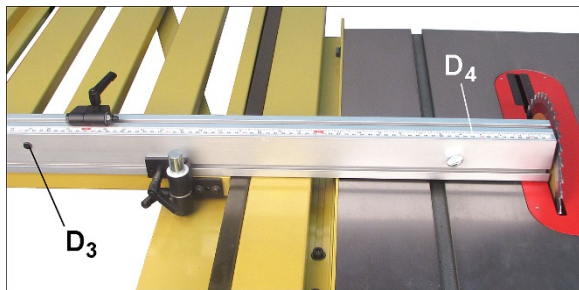

Рисунок 8-11
1. Ослабьте винт (D3, рисунок 8-11) и сдвиньте шкалу упора (D4) до совпадения с правым концом упора. Затяните винт (D3).
Если упор установлен в заднем положении ослабьте винт (D3, рисунок 8-11), выньте шкалу, поверните ее на 180° и вставьте обратно в упор. Отсчет шкалы теперь начинается правильно со стороны пильного диска.